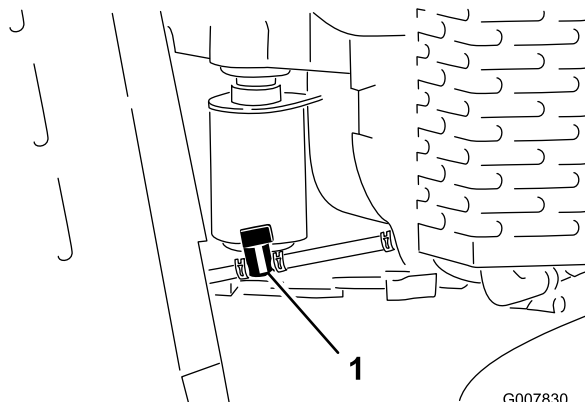

Figura 38
3. Gire a válvula de corte de combustível para a posição fechada (Figura 38).
4. Aperte as extremidades da abraçadeira da mangueira no lado do motor, e deslize a abraçadeira na mangueira de combustível, afastando-a da válvula (Figura 38).
5. Retire a mangueira de combustível da válvula (Figura 38).
7. Gire a válvula de corte de combustível para a posição aberta (Figura 38).